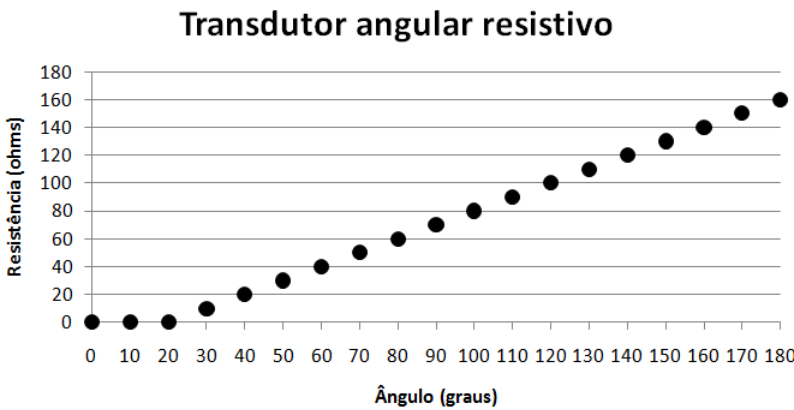

Figura 14
21. Observe a figura 14.
Na figura 14, a curva de calibração